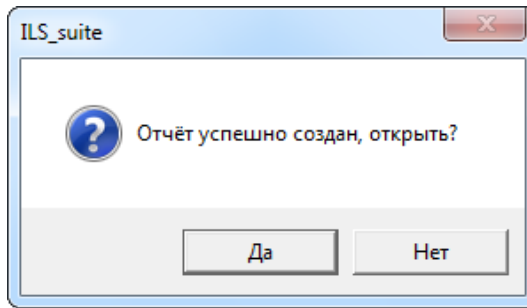

Рис. 13-30 – Сообщение о завершении сохранения отчета в файл
- 4) После нажатия на кнопку «Сохранить» появится сообщение системы (рис. 13-30).